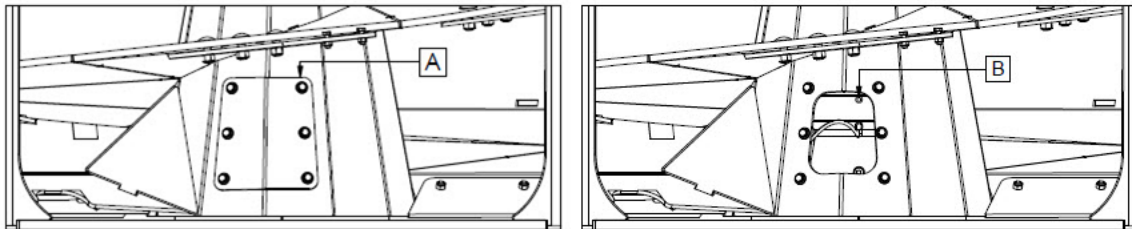

Figure 55 — Graissage des planétaires
1. Enlevez la trappe de visite (repère A, Figure 55).
3. Graissez le planétaire jusqu'à ce que de la graisse sorte du trou situé sur le haut du planétaire (repère B, Figure 55).